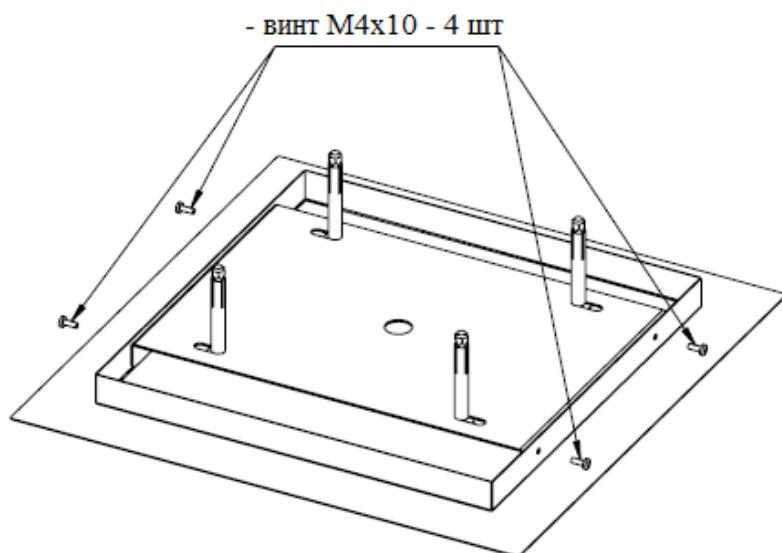

Рис. 2
3. Таким образом, подготовленную подвесную панель необходимо прикрутить к держателю, прикрепленному к потолку с помощью четырех винтов M4x10 (рис. 2).